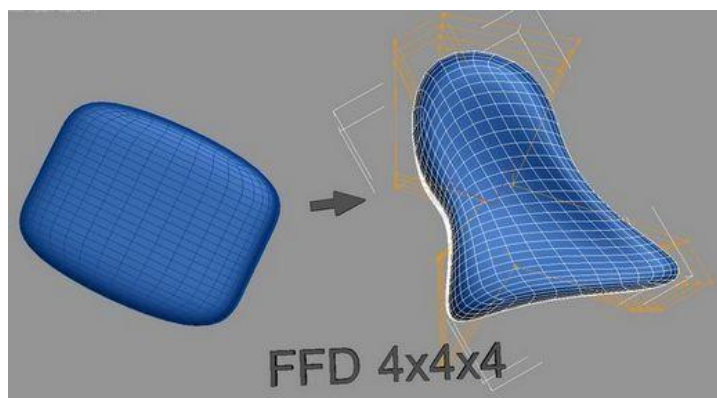

Рисунок 75. Применение модификатора FFD
9. FFD. Создает редактируемую сетку вокруг объекта. Возможно задавать сетку с различным количеством точек (Рисунок 75).